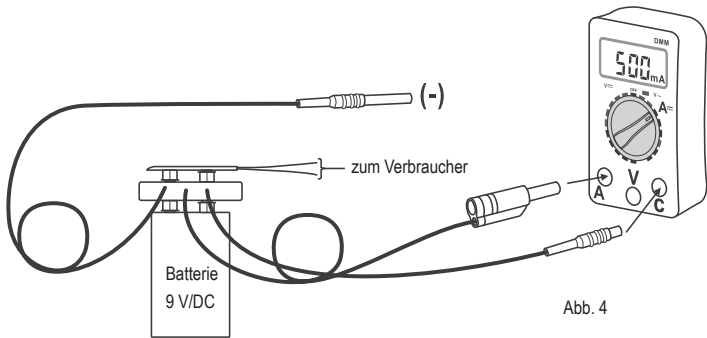

Abb. 4
- Verbinden Sie den angeschlossenen Batterieadapter entsprechend der Abbildung 4 mit einem geeigneten Multimeter. Der negative 4 mm Stecker (COM) (1) wird nicht angeschlossen. Er bleibt frei.